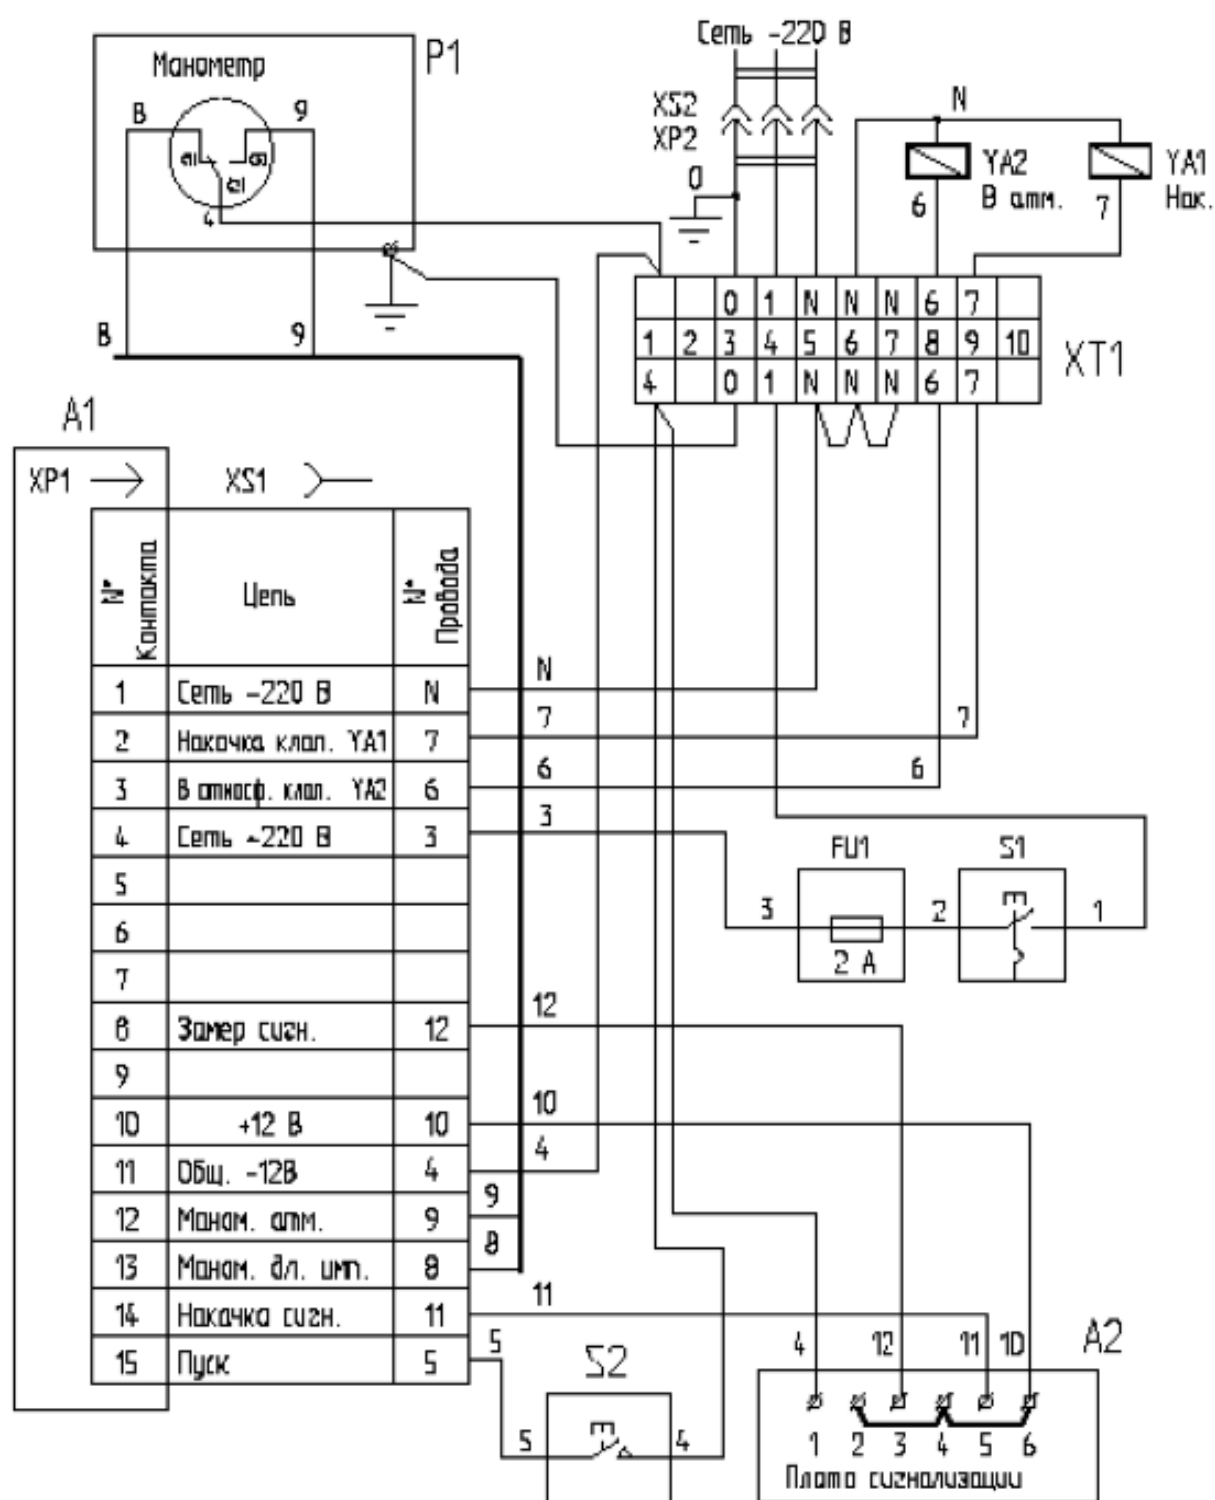

Рис. 2
1.1.4.2 Работа электрической схемы. (Рис.2)